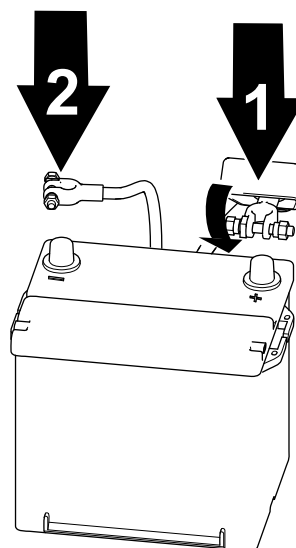

Figure 61
1. Branchez le câble positif à la batterie et serrez l'écrou de collier de la batterie (Figure 61).
2. Branchez le câble négatif à la batterie et serrez l'écrou de collier de la batterie (Figure 61).